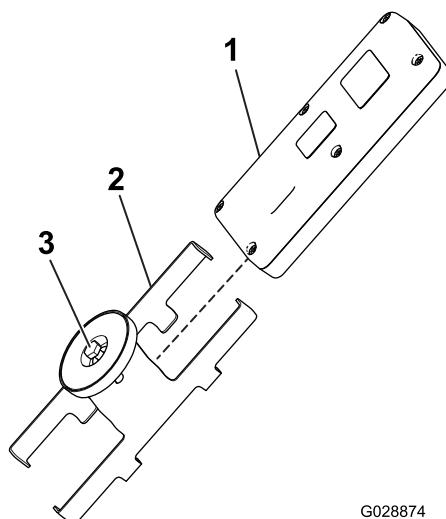

Figure 14
5. Placez la télécommande portable dans le support magnétique, réunissez les deux moitiés pour fixer la télécommande et serrez le boulon dans l'aimant (Figure 14).